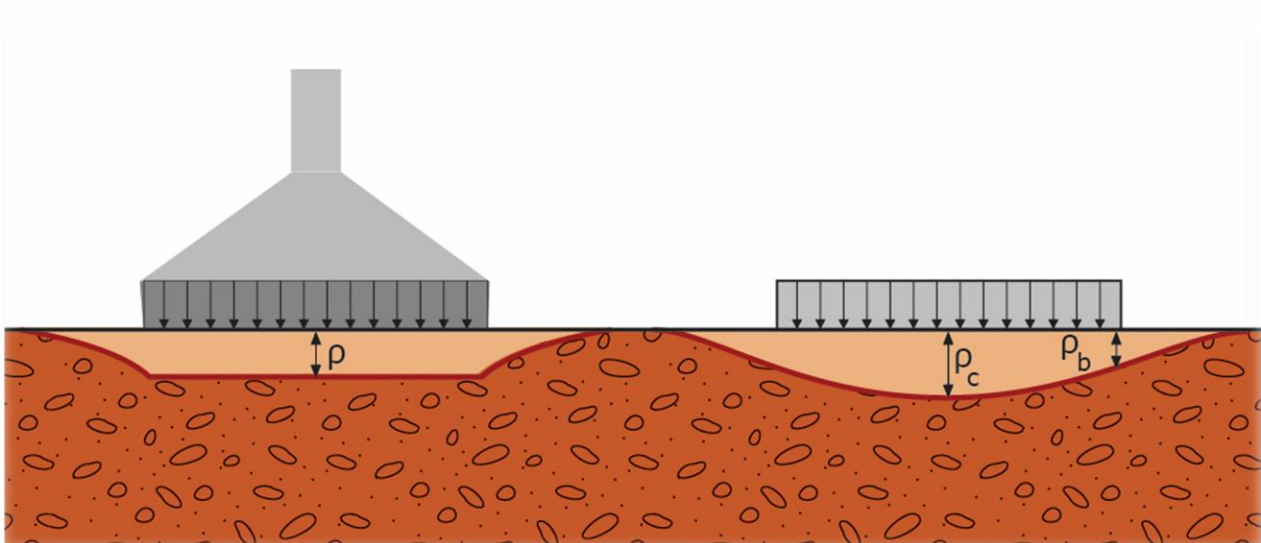

Figura 31: Diferença nas deformações entre sistema rígido (primeiro elemento mostrado, representando uma sapata) e flexível (segundo elemento)
**$I_p$ : Fator de influência** que depende tanto da **forma**, da **rigidez** e da **profundidade** de apoio da sapata quanto do sistema de aplicação de pressões, que poderá ser por elementos rígidos (ex: sapatas de concreto), ou flexíveis (ex: aterros), conforme a Figura 31. Devido a essa multiplicidade de variáveis, o fator de influência é muitas vezes obtido por meio de ábacos;